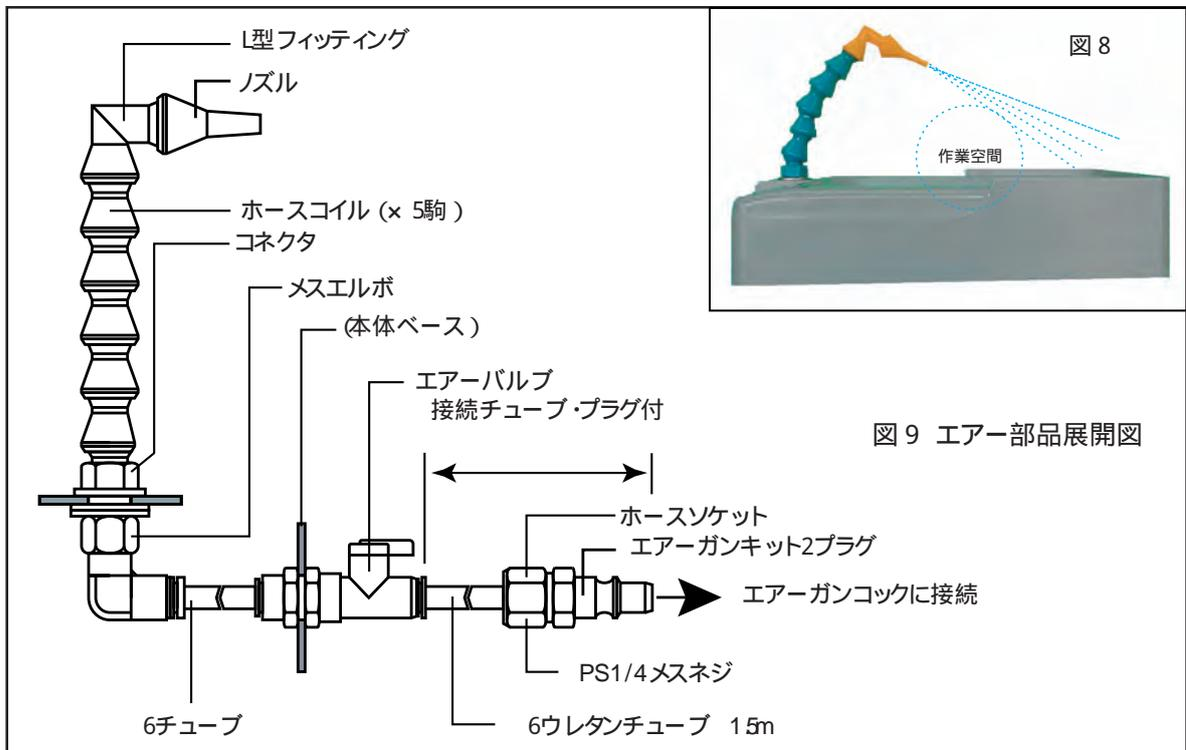

図9 エア部品展開図
- (4) エアバルブは、本体後方に付いています。吐出する場合は、左手でノズルを持ち、右手で徐々に(左手で方向・強さを感じながら)バルブを調節致します。
- (5) エアを研削物のやや上方に通過させ吸塵口の方向に当てるようにします。(図9参照)